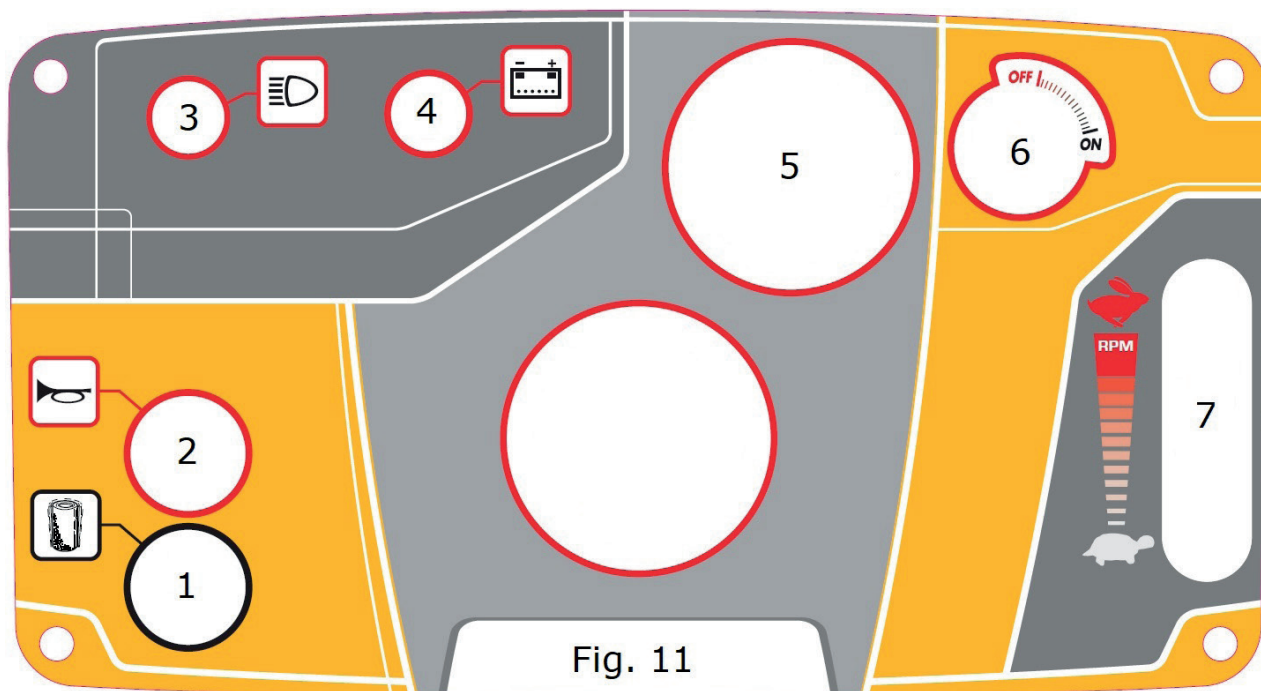

Fig. 11
Girare in senso antiorario la chiave avviamento **Part. 6 Fig. 11**.
- Spostare in posizione max (lepre) la leva acceleratore **Part.7 Fig.11**.
- Girare in senso orario la chiave avviamento **Part.6 Fig.11** oltre il primo scatto. Al primo scatto il LED batteria **Part.4 Fig.11** si accende (diversamente la batteria non è sufficientemente carica).
- Ruotare in senso antiorario la chiave di accensione **Part. 6 Fig. 11**.
**Vibrare il filtro premendo il pulsante Part.1 Fig.11 prima di iniziare a lavorare e prima di svuotare il cassetto rifiuti, per 5/6 cicli da 3/4 sec cadauno.**
**Vibrare i filtri premendo il pulsante Part.1 Fig.11 prima di iniziare a lavorare e prima di svuotare il cassetto rifiuti, per 5/6 cicli da 4/5 sec cadauno.**